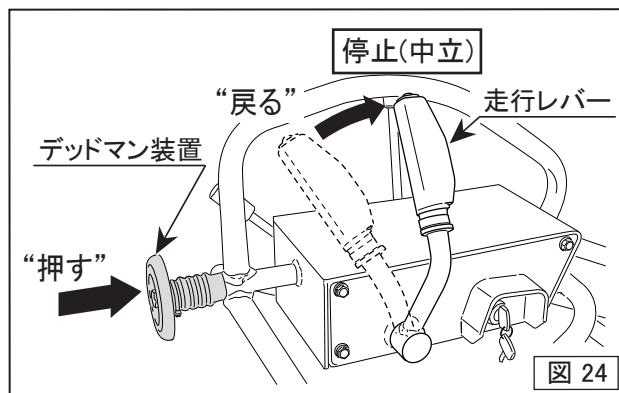

図 24
- 後進作業の時に運転者が本機と障害物に挟まれた場合の為に安全対策としてデッドマン装置が付いています。デッドマン装置が前に押されると走行レバーが中立に戻ります。(図24)